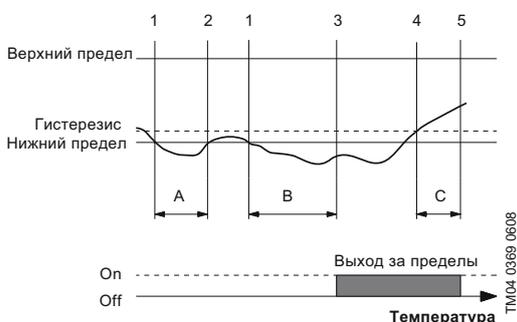

Рис. 84 Пример выхода за нижний предел
Данная функция является функцией контроля, она выдаёт информацию, предупреждение или аварийный сигнал при превышении нижнего или верхнего предельного значения (см. рис. 84).
В данной функции имеются два таймера: таймер задержки обнаружения и таймер задержки сброса. Таймер задержки обнаружения запускается при выходе за предельное значение (1). См. рис. 84. Данный таймер является настраиваемым.
**A:** Если по завершении периода обнаружения предельное значение больше не превышено (2), показание таймера сбрасывается.
**B:** Если по завершении периода обнаружения предельное значение всё ещё превышено (3), выходной сигнал детектора изменится на «выход за предел».